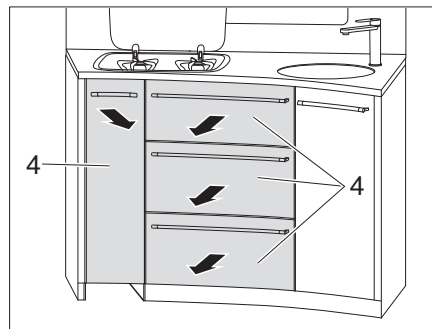

Fig. 125 Extraer los cajones de la cocina
- Extraer los cajones de la cocina (Fig. 125,4).